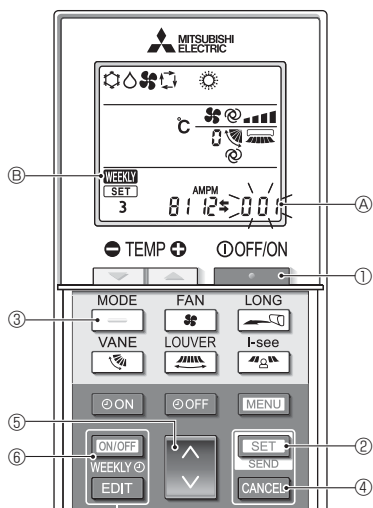

Fig. 4-12
### 4.12.8. Slik deaktiverer du drift i Auto-modus (Fig. 4-12)
- Trykk på **STOP**-knappen ① for å stoppe klimaanlegget.
- Hvis ukestidsuret er aktivert, trykker du på **ON/OFF WEEKLY**-knappen ⑥ for å deaktivere tidsuret. (**WEEKLY** Ⓑ forsvinner.)
- Trykk på **SET**-knappen ② i 5 sekunder.
- Trykk på **DOWN**-knappen ④.
- Fullføring av innstillingene (Fig. 4-12)